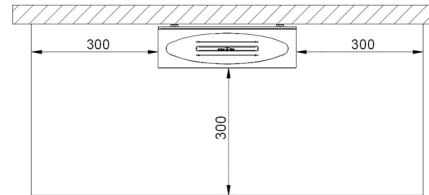

Abb. 4
Das ebios-fire-Möbel, ob Standmöbel oder Wandmöbel, muss waagrecht ausgerichtet und gegen Kippen gesichert werden. Wandgerät an der Wand befestigen, Standgerät an Wand oder auf dem Boden befestigen. Beachten Sie dabei die Sicherheitsabstände (Abb. 4 Strahlungsbereich). Hinterlüftungen dürfen nicht geschlossen werden. Platzieren Sie den Brenner mit Sicherheitsbehälter und Abdeckblech in die dafür vorgesehenen Aufnahmen im Möbel.
Zu seitlichen brennbaren Bauteilen, Möbeln, Dekorationen oder Vorhängen ist ein Mindestabstand von 300 mm (siehe Abb. 4) einzuhalten, um ausreichend Wärmeschutz zu gewährleisten! Oberhalb des ebios-fire, bis zur Zimmerdecke (Deckenabstand >1000 mm), dürfen sich keine Gegenstände befinden!
- Es dürfen keine brennbaren Gegenstände auf der Oberfläche des ebios-fire abgestellt oder abgelegt werden. Legen Sie keine Wäschestücke zum Trocknen auf das Möbel. Ständer zum Trocknen von Kleidungsstücken sind nur außerhalb des Strahlungsbereichs aufzustellen (Abb. 4)! **Brandgefahr!**
Bitte beachten: Im Strahlungsbereich siehe Abb. 4 (im Bereich der Flammen bzw. Möbel) dürfen im Abstand von 1000 mm nach oben und 300 mm zu den Seiten keine brennbare Bauteile vorhanden sein.